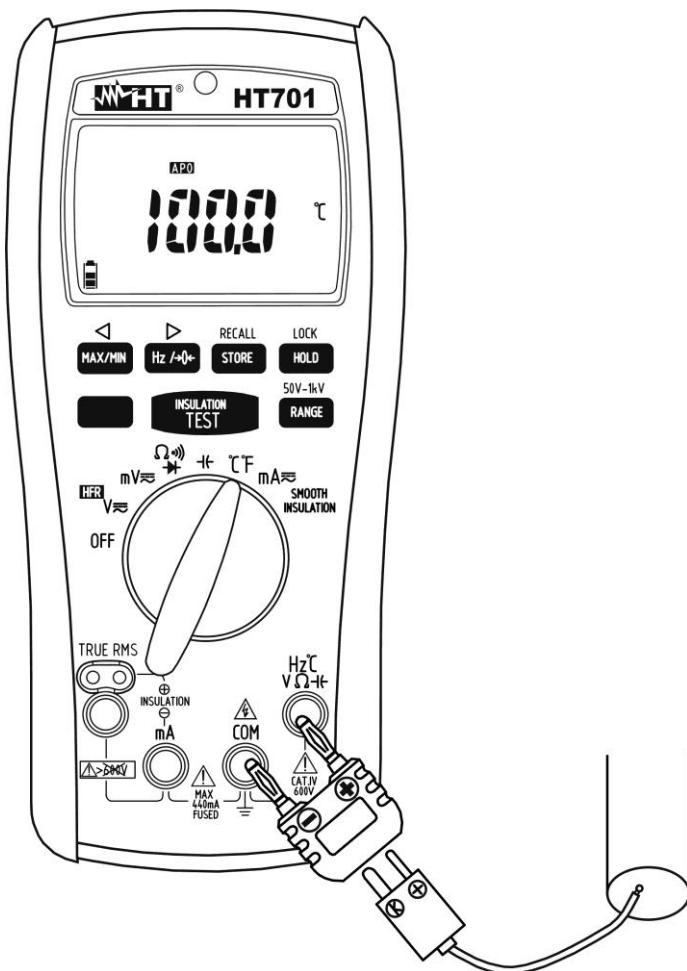

Fig. 9: Uso del instrumento para medida de Temperatura
3. Inserte el adaptador en dotación en los terminales de entrada **Hz°CVΩHz** y **COM** respetando los colores rojo y negro presentes en éste (vea Fig. 9)